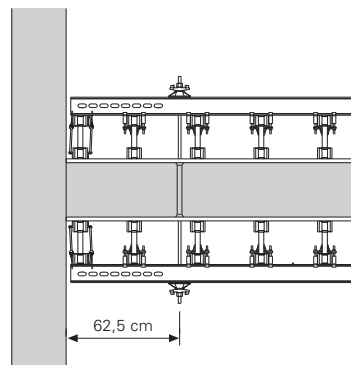

Fig. C1.03
(Fig. C1.03)
Avec éclisse VKZ (11) et coin KZ (41). La distance entre les filières acier SRU (70) et SRZ (3) est de 4 cm. (Fig. C1.03)